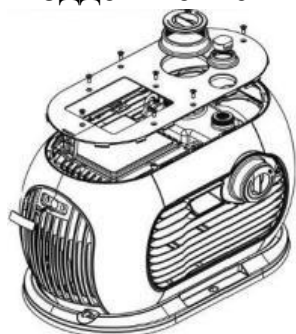

Рисунок 7
1. Извлеките панель с логотипом на задней пластине кожуха, с помощью отвертки (не входит в комплект поставки) открутите 7 винтов с верхней части кожуха и снимите верхнюю часть кожуха (смотрите рисунок 7 ниже).